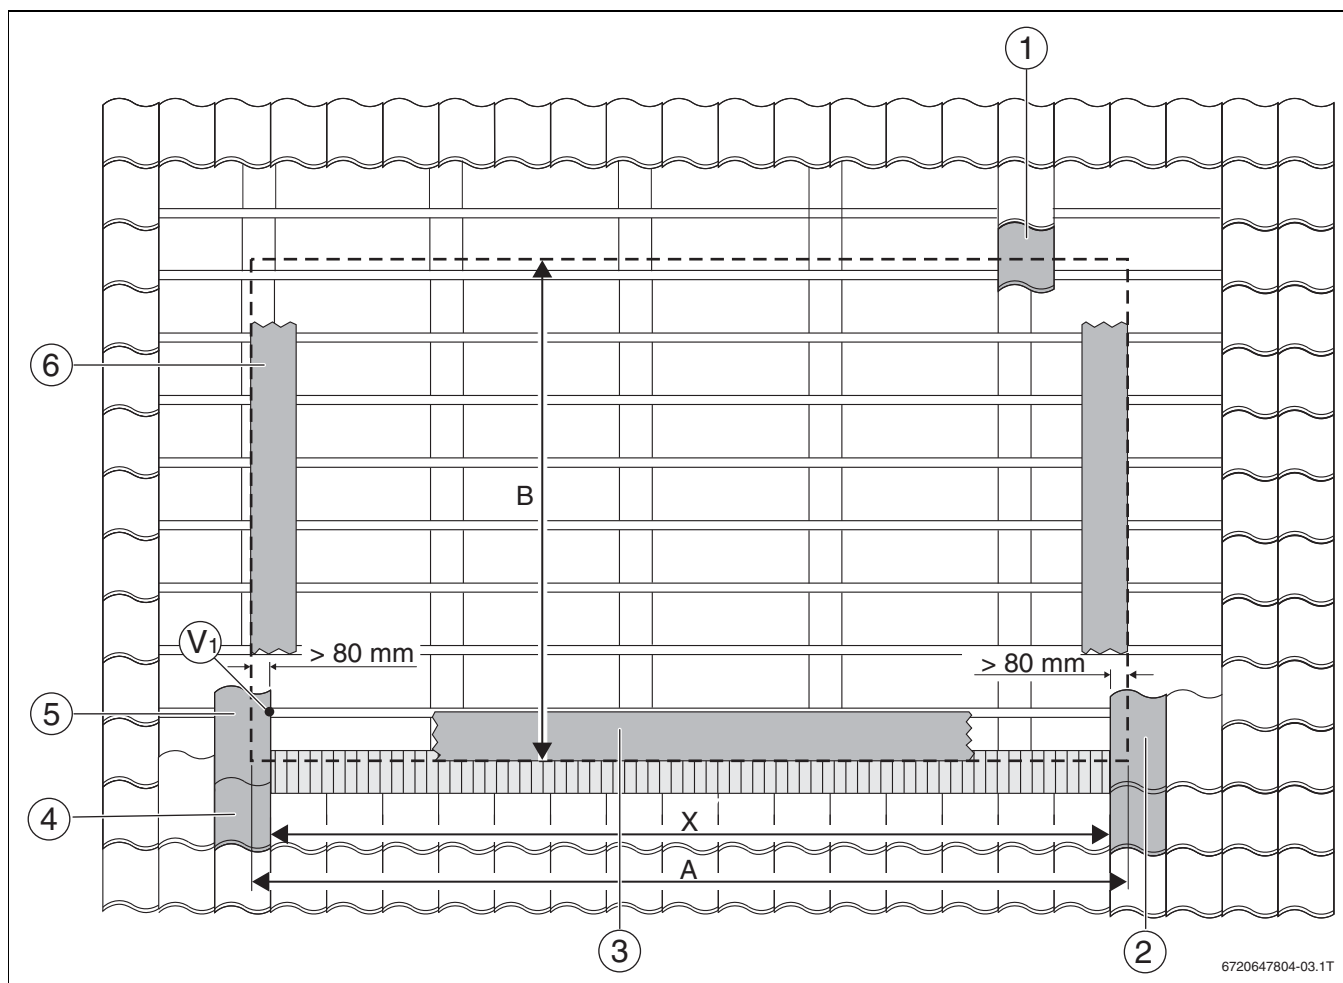

Рис. 24 Расположение поля коллекторов
- Определите левый ряд черепицы и отметьте расстояние X (→ рис. 24, [5]).
- Определите правый ряд черепицы (→ рис. 24, [2]), который позднее нужно будет обрезать.
- С учётом размера B определите нижний ряд черепицы (→ рис. 24, [4]).
- Определите верхний ряд черепицы (→ рис. 24, [1]), который позднее нужно будет обрезать.